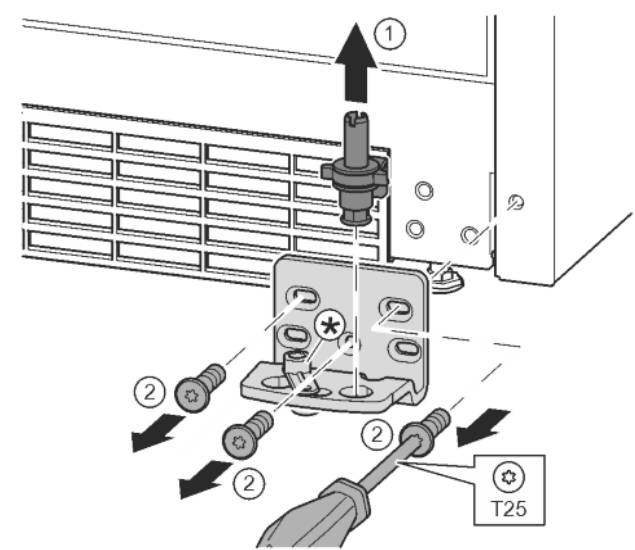

Fig. 16
- ▶ Extrageți complet bolțul de lagăr în sus. Fig. 16 (1)
- ▶ Deșurubați șuruburile cu șurubelnița T25 și detașați suportul de lagăr. Fig. 16 (2)